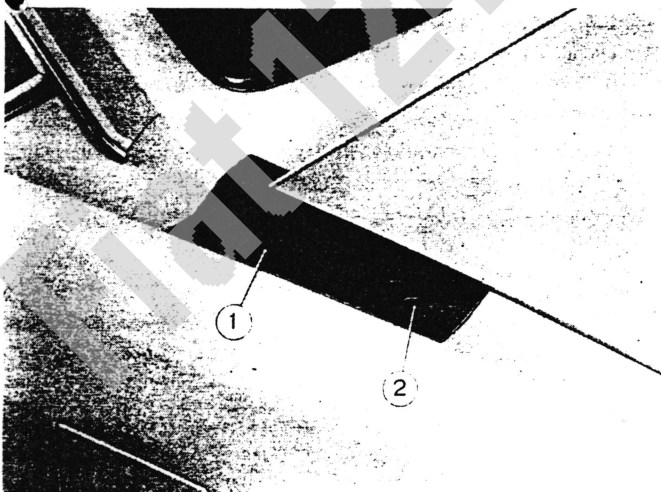

Abb. 125. - Ansetzen der Schablone zum Bohren des Antennenlochs.
- Die Schablone (1, Abb. 125) am Kotflügel hinten links ansetzen;
- an der in der Schablone vorgesehenen Stelle ein Loch in den Kotflügel bohren \varnothing 17 mm (2, Abb. 125). Um das gebohrte Loch herum den Lack gut entfernen, damit ein einwandfreier Kontakt zur Masse hergestellt wird;